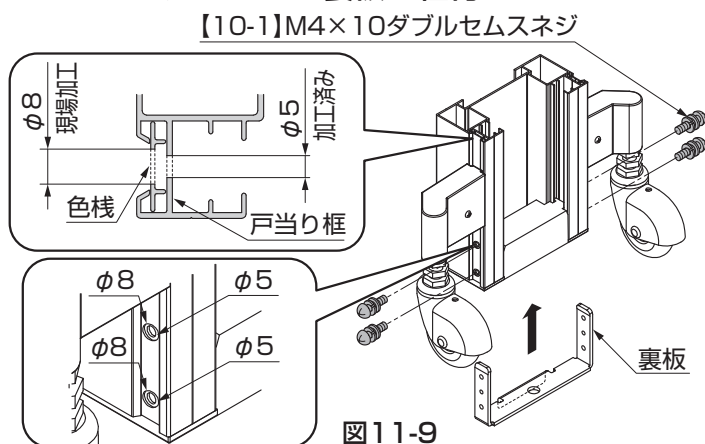

図11-9
①色棧にのみφ8孔をあけてください。色棧にはφ5の下孔があいています。(図11-9参照)
●戸当り框には、φ8孔をあけないでください。(図11-9、図11-10参照)
②裏板を戸当り框に【10-1】で組付けてください。(図11-9、図11-10参照)
(3) PG型R センターシャフトの組付け